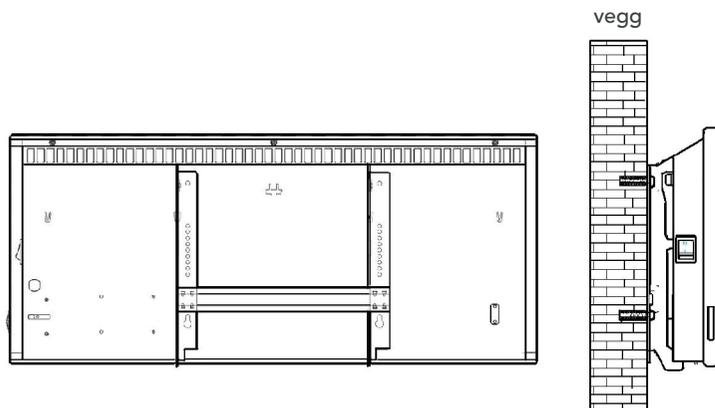

Fig. 6
- 5 Monter varmeovnen på veggfestet. Pass på at kroken på veggfestet går inn i sporet på undersiden av varmeovnen. Juster de to klipsene på veggfestet i forhold til sporene bak på varmeovnen. Skyv varmeovnen inn på klipsene slik at den festes sikkert (fig.6)